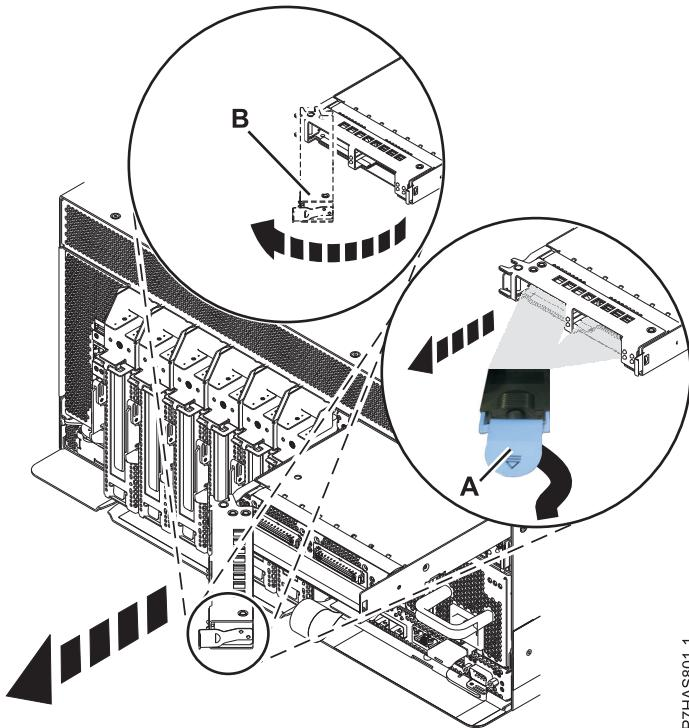

図3. システムからの GX アダプターの取り外し
6. 必要な場合、システム背面のアダプターに接続されているケーブルをすべて外します。7ページの図3を参照してください。
8. ロッキング・タブ (B) を左に押して、7ページの図3に示す方向に GX カード・カバーを回転させます。